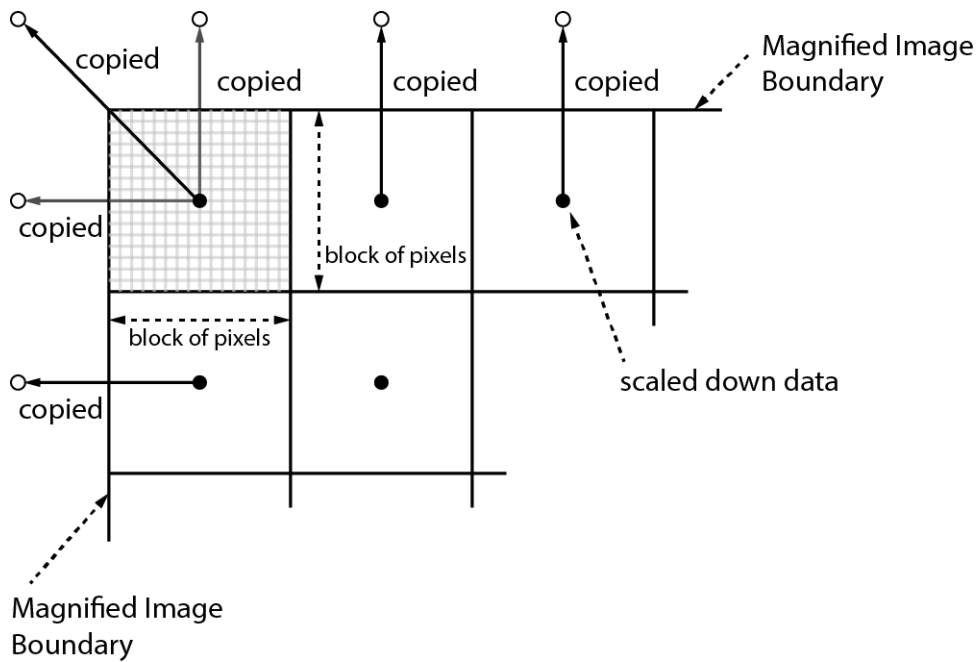

Figure 8.17 Bilinear Interpolated Magnification
4. **Flash Memory** 범주에서 **Save to Flash** 버튼을 클릭하여 생성한 Flat Field 보정 데이터를 비휘발성 메모리에 저장합니다. 축소된 Flat Field 데이터는 보정에 사용될 때, Figure 8.17 과 같이 Bilinear Interpolation 으로 확대된 후 적용됩니다.
4. 'sfd' 명령어를 실행하여 생성한 Flat Field 보정 데이터를 비휘발성 메모리에 저장합니다. 축소된 Flat Field 데이터는 보정에 사용될 때, Figure 8.17 과 같이 Bilinear Interpolation 으로 확대된 후 적용됩니다.